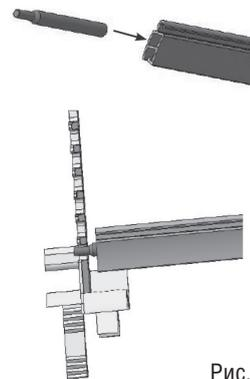

Рис. 4
2. Установить (вбить) стальные штифты в верхний алюминиевый профиль, стороной с большим диаметром на расстояние порядка 30мм. Расстояние на которое вбиваются штифты, необходимо отрегулировать таким образом, чтобы стальные штифты входили в зацепление с зубчатым замком (рис. 4)